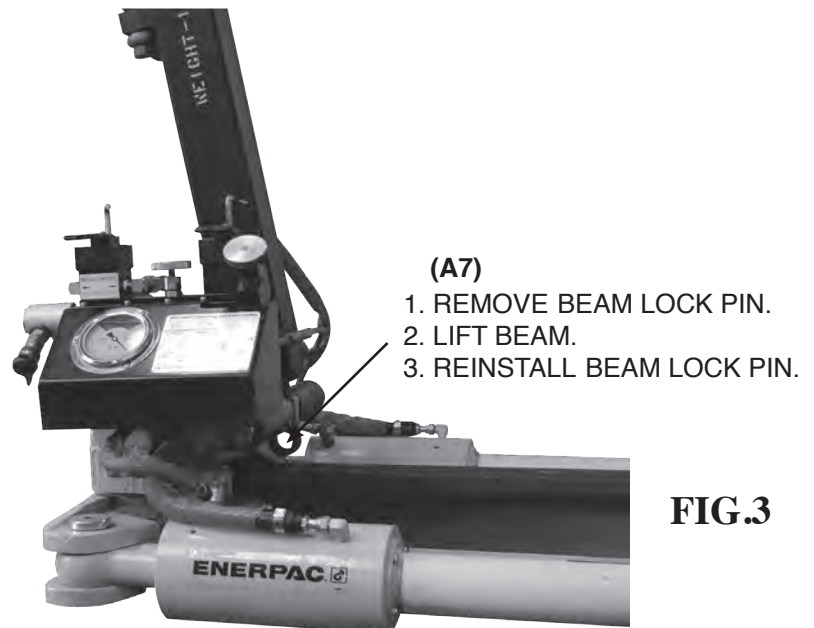

FIG.3
7. LIFT THE BEAM TO THE UPRIGHT POSITION. LOCK THE BEAM IN THE UPRIGHT POSITION BY REPLACING THE BEAM LOCK PIN {(A7) IN FIG. 3} IN THE PIVOT LOCK HOLE.